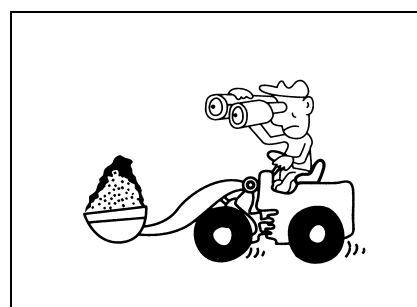

Рис. 1-49
- Так как данное оборудование имеет рабочие устройства, на переднем кругозоре есть препятствие. Кроме того, при погрузке груза вес в основном действует на передние колеса. При движении по дороге следует обращать внимание на переднюю и заднюю устойчивость погрузчика (рис. 1-49).